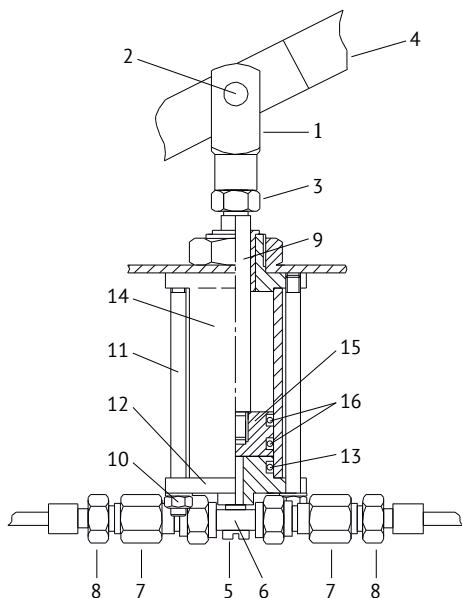

Рис. 3. Устройство насоса:
- 8.3.3 Удерживая *рычаг 4 (Рис. 3)*, ослабьте *контргайку 3*;